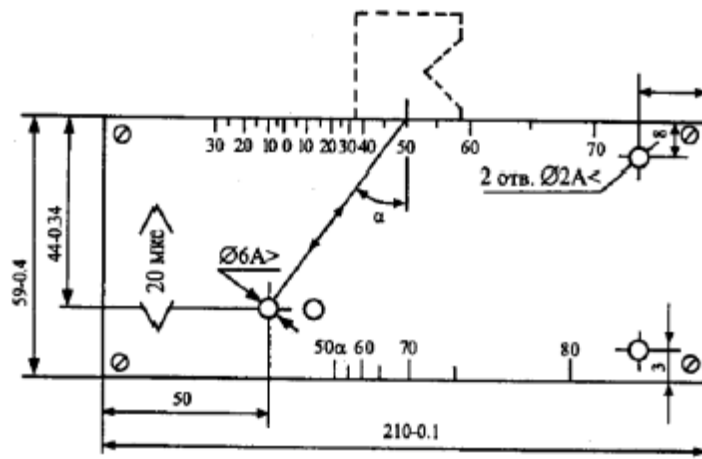

Рисунок 2. Стандартный образец СО-2
Рисунок 2 - Измерение выпуклости (вогнутости) стыкового шва ( г ) при различном уровне наружных поверхностей деталей, вызванном смещением при сборке соединения под сварку
2. На эскизе (рис. 2) дать схему расположения искателя на эталоне 3 для определения центра излучения искателя, если положение точки выхода луча не известно, при этом имейте ввиду, что точка выхода луча (центр излучения искателя) расположена на искателе напротив центра полуокружности стандартного образца 3 при установке искателя в положение, при котором амплитуда эхо-сигнала от вогнутой поверхности максимальна.